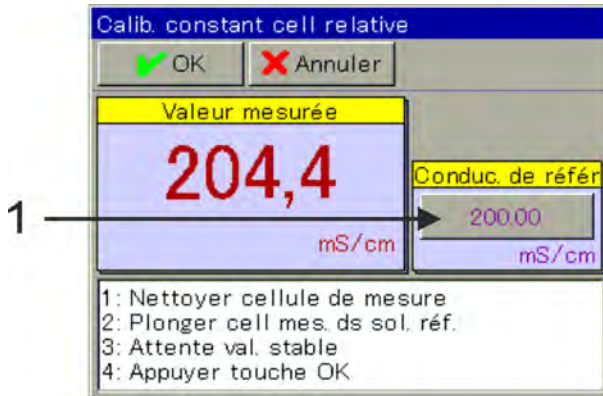
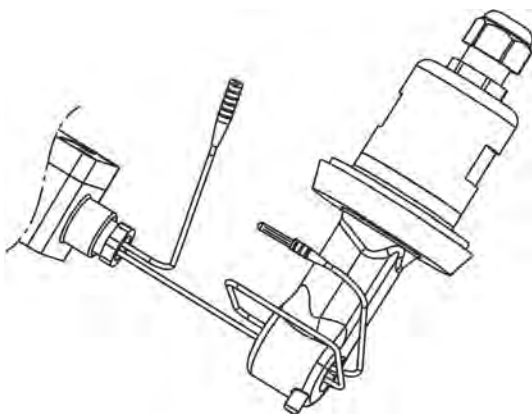

Fig. 70 : Pour modifier la conductivité de référence, appuyer sur le bouton (pos. 1).
Fig. 75 : Fil entourant le capteur Ci
2. ▶ En cas d'utilisation de l'adaptateur d'étalonnage 255269 : faites passer deux fois le câble de l'adaptateur d'étalonnage dans l'orifice de la sonde de mesure (voir ↪ Chapitre 10.2.5.5 « Compensation de base de Ci » à la page 156 , Fig. 75) et fermez la boucle. Si nécessaire, adaptez la valeur de la conductivité de référence (voir Fig. 70 , pos. 1) à la valeur de simulation de la résistance sélectionnée.
Réglez la conductivité de référence sur 5 000 uS/cm (pour la sonde 1024xxx bleue) ou 4 530 uS/cm (pour la sonde 2552xx blanche) (voir Fig. 70 , pos. 1).
4. ➤ Faites passer deux fois le fil de l'adaptateur d'étalonnage à travers l'orifice du capteur Ci, sans raccorder ses extrémités. (Voir Fig. 75 .)